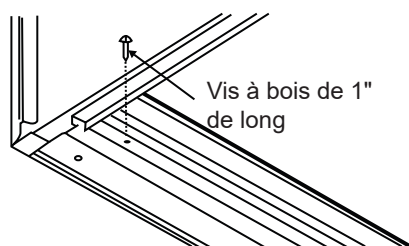

Figure 6
4. Fixez le rail inférieur au cadre en bois avec deux grandes vis à bois de 1" (2,5cm) de long en utilisant les deux trous dans le bas du canal reposant sur le cadre (voir Figure 6).